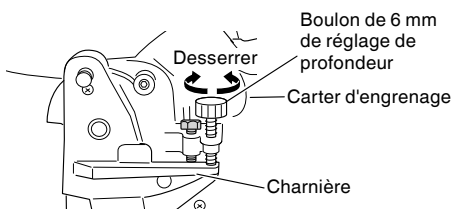

Fig. 11-b
Pour régler la position limite inférieure de la lame de scie, procéder aux opération (1) de la figure 11-a.